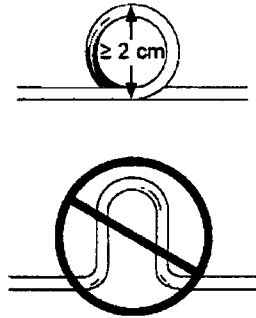

Figura 18. Enrollamiento de la parte sobrante del electrodo.
- Enrolle la parte sobrante del cuerpo del electrodo formando un bucle circular mayor de 2 cm (0,8 pulg.) de diámetro. No cree una curva o bucle en forma de U (Figura 18). Un bucle circular reduce la posibilidad de interferencias electromagnéticas y sus efectos e impide que el cuerpo del electrodo se retuerza o sufra daños.